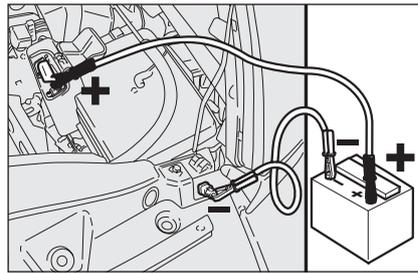

fig. 2
- connecter par un deuxième câble la borne négative (-) de la batterie auxiliaire au point de masse comme illustré sur la fig. 2.